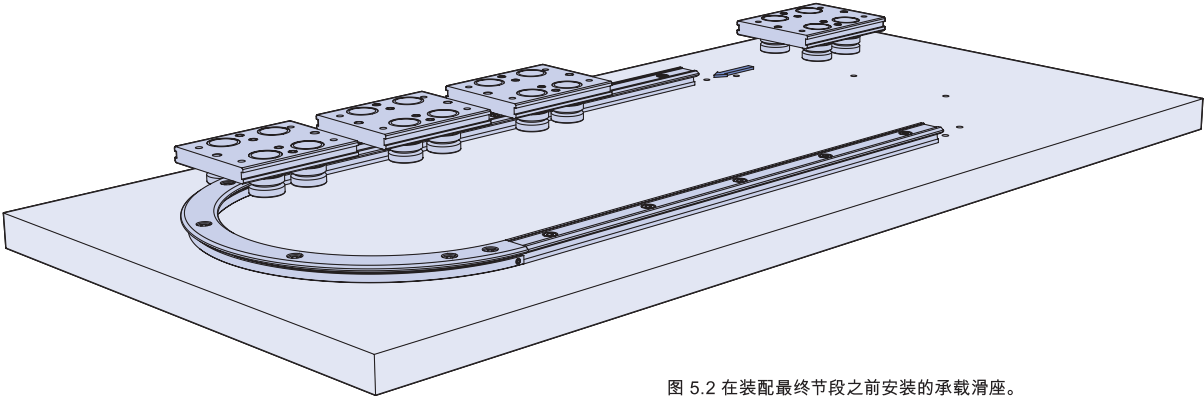

图 5.2 在装配最终环节段之前安装的承载滑座。
5.2 组装承载滑座板，可使用两种不同的方式。第一种如图 5.2 所示，提供经过了全面调节的承载滑座，并可在将最终环节段放置到位之前将其推送至滑道上。如果承载滑座板上安装了润滑装置，则需要将毛毡推按入润滑装置机体中，以确保承载滑座装配到轨道上。可使用小段橡皮筋，在将承载滑座板推送到滑道上的同时，将毛毡固定在原位。完成此过程后，可切断橡皮筋，并将其从润滑装置上去除。